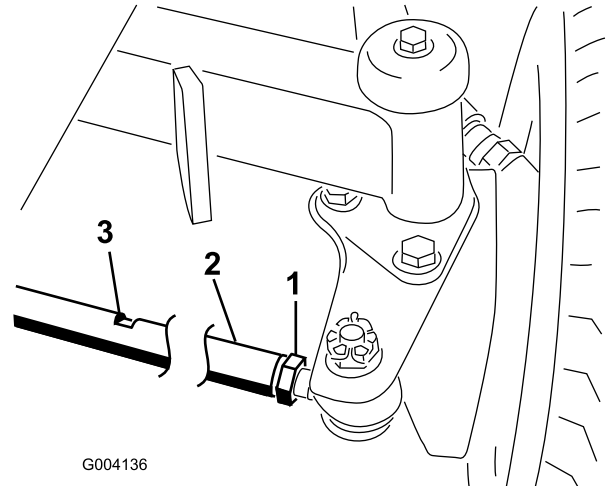

Bild 93
- Lösen Sie die Klemmmutter an jedem Ende der Spurstange (Bild 93).